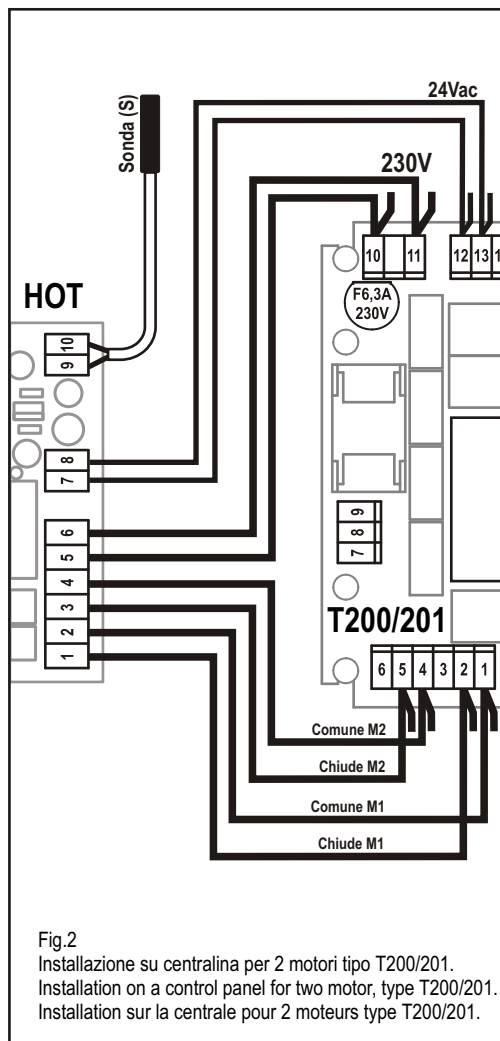
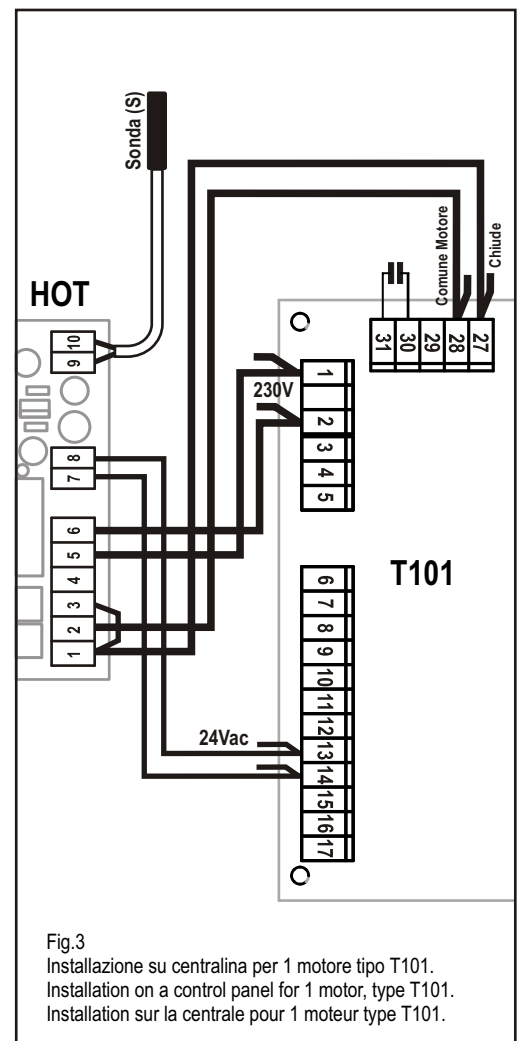

Fig.2
Fig.3
- Eseguire i vari collegamenti rispettando fedelmente gli esempi riportati in fig.2 e fig.3.
- Make the various connections strictly respecting the examples of fig.2 and fig.3.
- Executer les liaisons en respectant fidèlement les exemples indiqués en fig.2 et fig.3.